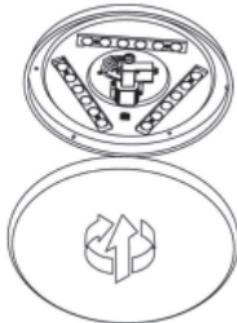

fig.5
- 7. fig. 5:** Coloque la cúpula en la base (Sistema de bayoneta).